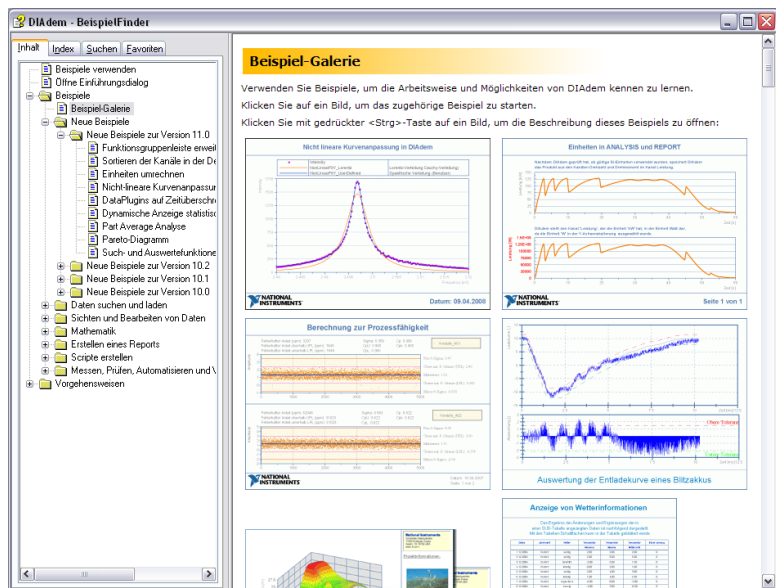

Abbildung 1-3. Die Beispiele in DIAdem
DIAdem schließt den Einführungsdialog und öffnet wie in Abbildung 1-3 den BeispielFinder mit einer Vorschau der Report-Beispiele.
4. Navigieren Sie wie in Abbildung 1-3 im Inhaltsbaum des Beispiel Finders, um sowohl einfache Lösungen als auch umfangreichere Anwendungen zur Datenanalyse, zur Reportgenerierung und zur Script-Erstellung zu finden.